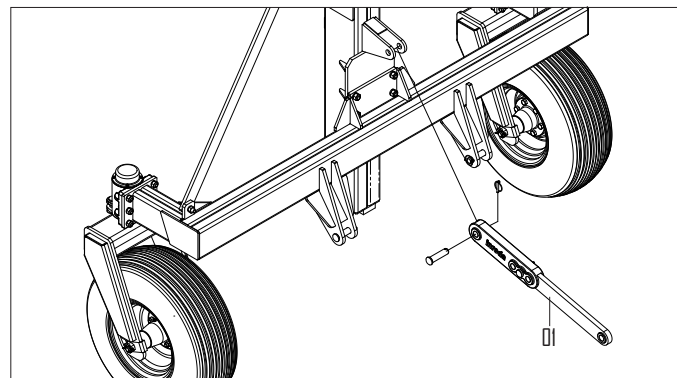

FIGURA 08
- Fixe o terceiro ponto (1), no engate (2), através do pino (3), arruela e trava (4). Em seguida, repita o mesmo procedimento ao acoplar o extensor no trator. (figura 08).